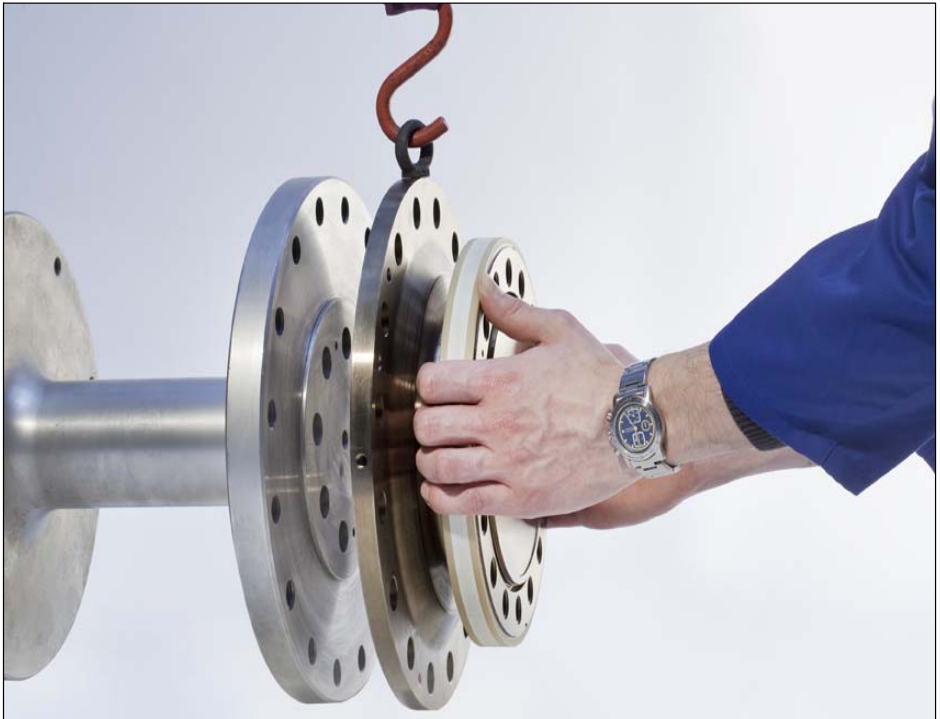

Abb. 5.3 Rotoreinbau (waagrecht)
3. Soll der Rotor waagrecht wie in *Abb. 5.3* eingebaut werden, dann entfernen Sie *eine* Montageöse. Bei senkrechtem Einbau bleiben zunächst beide Montageösen im Flansch.